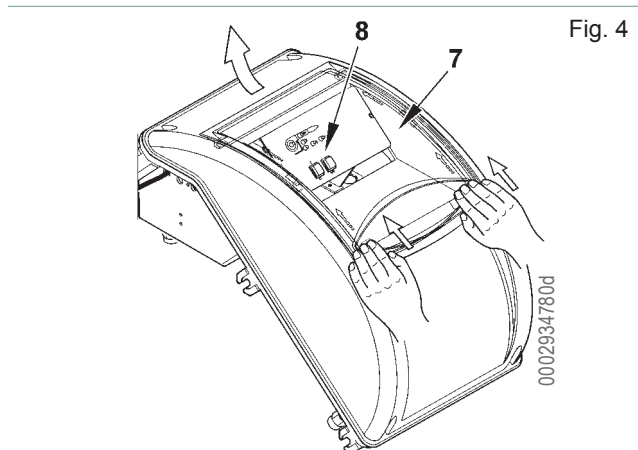

Fig. 4
- 为了重新关闭电控面板盖，施加约5Nm的扭矩，拧紧4个螺丝（1），确保正确的密封。这时，为了接触控制面板（8），要用手朝着图4所示的箭头方向施加一个轻轻的压力并滑动，使面板与盖分开，以拆下透明盖（7）。